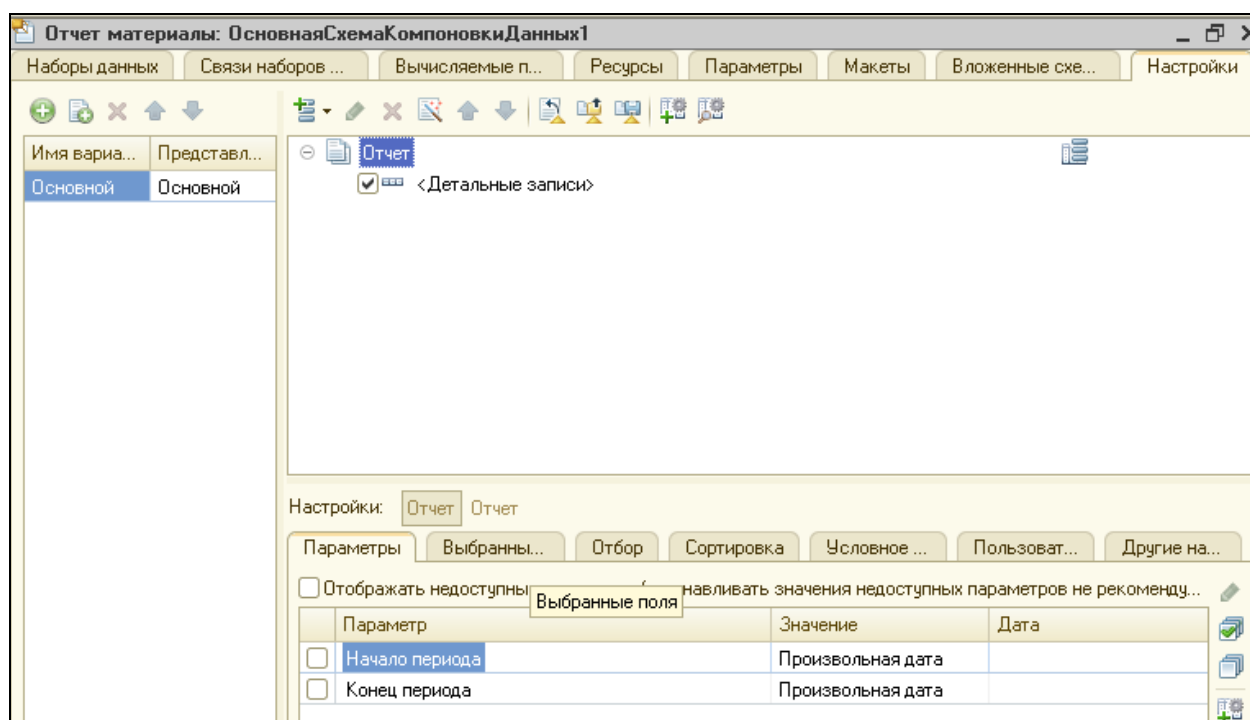

Рисунок 4.4 Новая группировка Детальные записи
7. В структуре отчета появилась группировка Детальные записи. (рис.4.4).